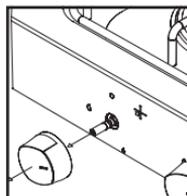

Fig. 12
2. Retire la perilla del control halando hacia afuera, ver fig. 12.